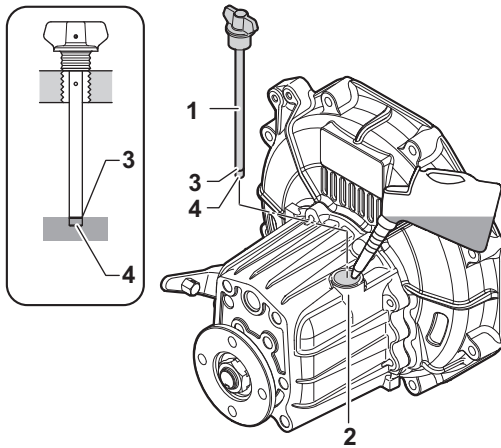

Figura 7
1. Assicurarsi che il motore sia spento. Assicurarsi che il motore sia il più dritto possibile e pulire l'area attorno allo sportellino del serbatoio dell'invertitore (**Figura 7, (2)**).
3. Rimuovere l'astina (**Figura 7, (1)**) e asciugarla con un panno pulito.
4. Reinscrivere l'astina fino in fondo senza avvitare. Vedere l'immagine (**Figura 7**).
5. Rimuovere l'astina. Il livello dell'olio dovrebbe essere fra le linee superiore (**Figura 7, (3)**) e inferiore (**Figura 7, (4)**) dell'astina.
3. Rabboccare l'olio motore fino al limite superiore dell'astina (**Figura 7, (3)**). Consultare le specifiche dell'olio dell'invertitore a pagina 29.